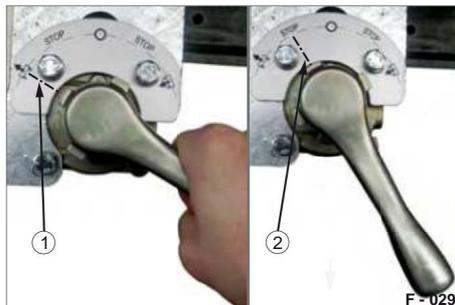

Abb. 29 Ti trovi qui: Home
• Spingere la leva girevole verso l'interno e ruotarla in senso antiorario fino al simbolo "Sollevamento" (Fig. 29/1).
• Ruotare la leva girevole a raggiunta l'altezza, tornare indietro di un passo fino alla posizione "STOP" (Fig. 29/2).